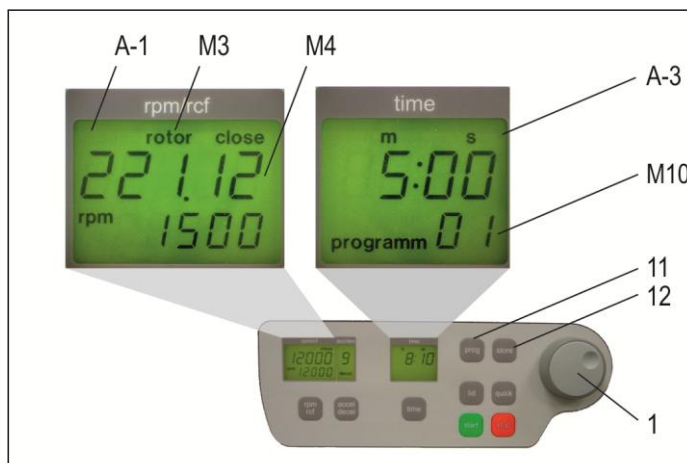

Abbildung 22
Setzen Sie den benötigten Rotor in die Zentrifuge ein. Durch Drücken der Taste „prog“ (11) erscheint im Anzeigenfeld „time“ (A-3) der Schriftzug „program“ (siehe Abbildung 22). Mit dem Einstellregler (1) können Sie die gewünschte Programmnummer auswählen.
Ob eine Programmnummer schon belegt ist, können Sie daran erkennen, dass im Anzeigenfeld „rpm/rcf“ (A-1) die Schriftzüge „rotor“ (M3) und „22x.xx“ (M4) erscheinen (siehe Abbildung 22). Bei freien Speicherplätzen erscheint hier eine Null.